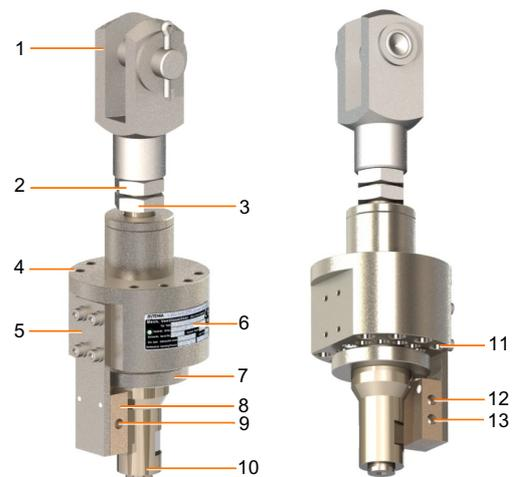

Fig. 1 : Vue d'ensemble MVA (version représentative)
La traction du dispositif de levage tendu sur la tige de commande (10), fig. 1, retient la bague de butée (7), qui ne touche alors pas le poussoir du distributeur pneumatique (8). Dans cet état, le distributeur pneumatique est non activé.
Les raccords pneumatiques 1, 2 et 3 voir (9), (12), (13), fig. 1 peuvent être affectés comme souhaité. Selon l'utilisation, la position initiale (non activé / activé) peut ainsi être défini comme ouvert ou fermé.